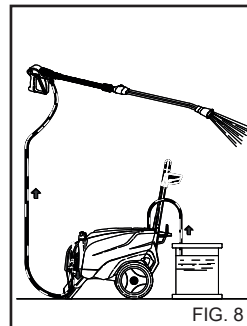

FIG. 8
Efter användning av rengöringsmedlet måste kemikalieinlagningen spolas ur med rent vatten (fig. 8).
1) Efter användning med rengöringsmedel ska högtrycksvatten-systemet sköljas ordentligt. Låt pumpen vara igång i 1 minut. Doseringskranen ska vara stängd. (fig. 8).
4) Efter användning med rengöringsmedel ska högtrycksvattensystemet sköljas ordentligt. Låt pumpen vara igång i 1 minut. Doseringskranen ska vara stängd.(fig. 8).